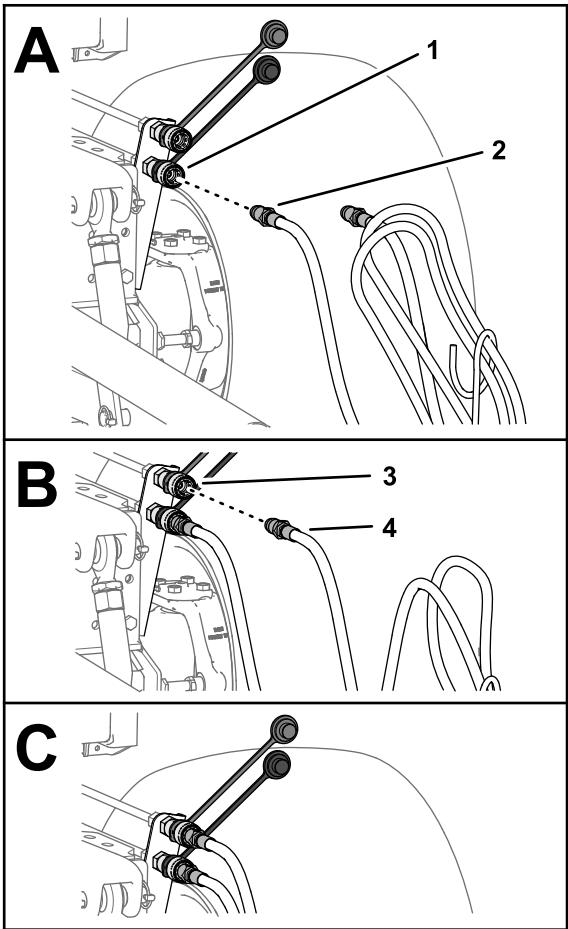

Figura 31
7. Conecte el acoplamiento rápido de la manguera de extensión del apero al acoplamiento rápido del circuito de extensión (Figura 31).
- Conecte el acoplamiento rápido de la manguera de retracción del apero al acoplamiento rápido del circuito de retracción (Figura 31).